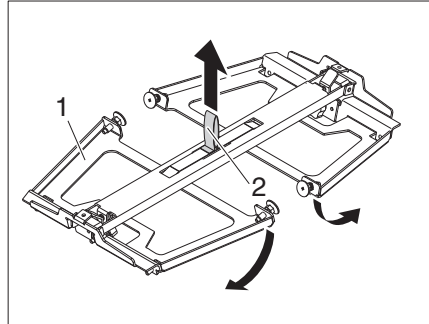

Figura 62 Montar el bastidor base
- Levante el bastidor base (Figura 62,1) con el lazo (Figura 62,2). Los pies de ambos lados se pliegan hacia abajo.